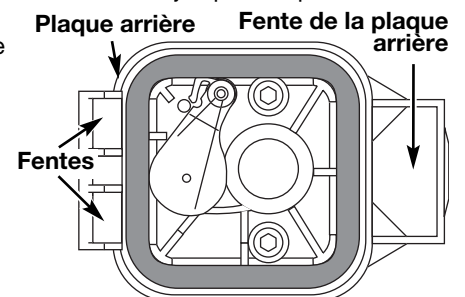

Fig. 36
6. Remplacez le filtre (Fig. 36).
7. Réinstallez le couvercle du filtre à air Placez les crochets à gauche du filtre à air dans les fentes à gauche de la plaque arrière (Fig. 36).